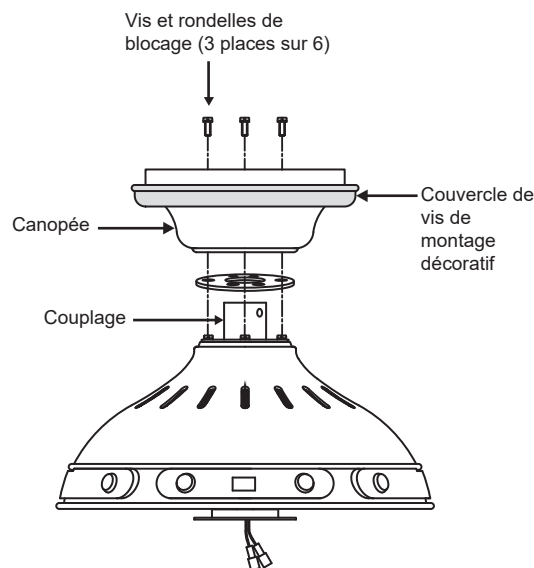

Fig. 9
Étape 2. Retirez trois des six vis et rondelles de blocage (toutes les deux) du coupleur situé au-dessus de l'ensemble moteur. Placez le capot du ventilateur de plafond et le joint en caoutchouc sur le coupleur et alignez les trous de montage avec les trous du coupleur. Fixez le capot avec le joint en caoutchouc et les trois vis et rondelles de blocage précédemment retirées, puis poussez le cache de vis de montage décoratif "vers le bas" et laissez-le reposer sur le dessus du carter du moteur. (Fig 9)